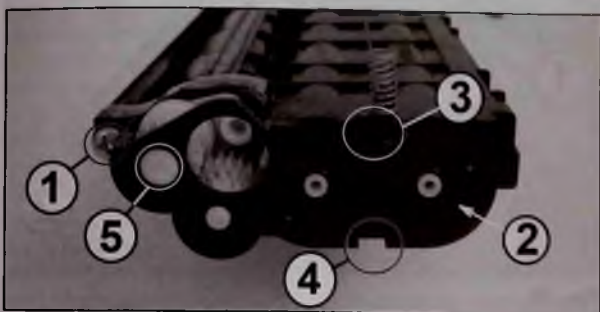

Рис. 35
2. Располагают узел прояски левой стороной (редуктором) к себе. Откручивают саморез (1 на рис. 35) крепления крышки (2) редуктора узла. Освобождают фиксаторы (3 и 4 на рис. 35) на нижней и верхней сторонах крышки редуктора к себе и снимают ее с узла.
Примечание. На крышке редуктора расположен бушинг (5 на рис. 35) шестерни привода магнитного вала. При очистке крышки пылесосом бушинг предварительно снимают, очищают крышку и устанавливают его на место.